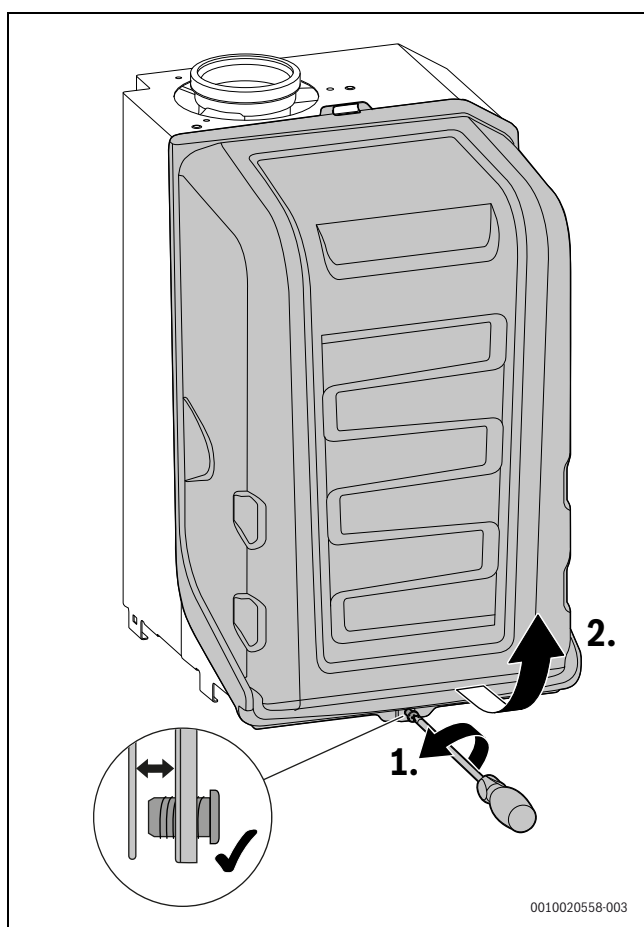

Fig. 97 Retirer le capot du brûleur
- ▶ Retirer le capot du brûleur (→ fig. 97, page 57).